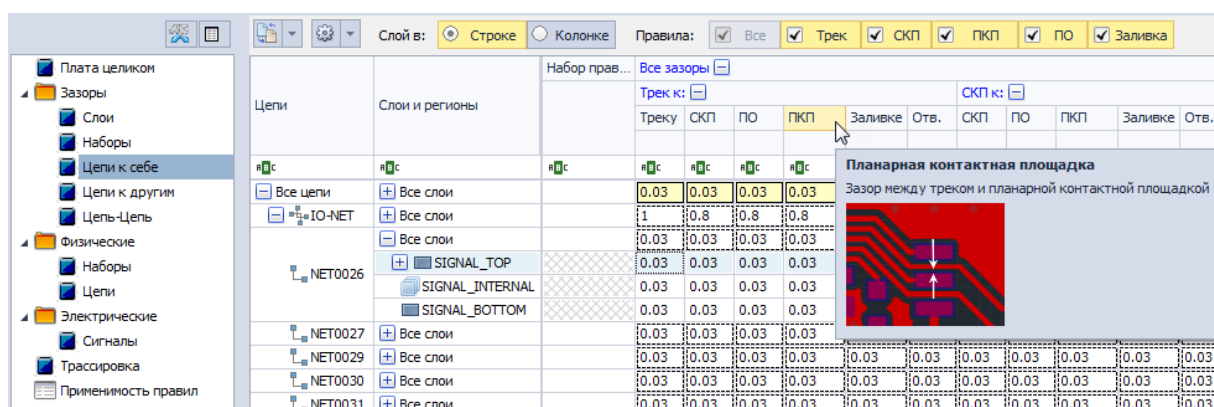

Рис. 7 Зазор между треком и планарной контактной площадкой
- Зазор между треком и ПКП обозначается как «Трек к ПКП», см. Рис. 7. Зазор определяет область вокруг ПКП, в которой не может присутствовать какой-либо элемент трека.